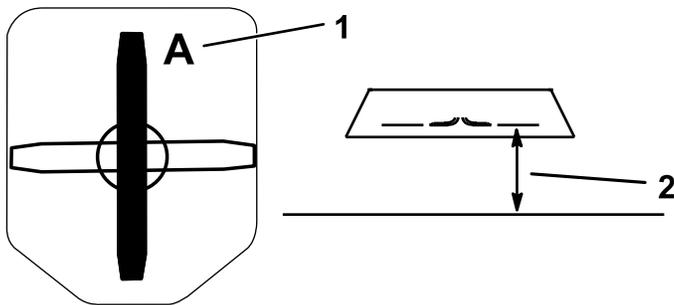

Figure 35
2. Sur une surface plane, mesurez la distance jusqu'au tranchant, à la position A de la lame (Figure 35).